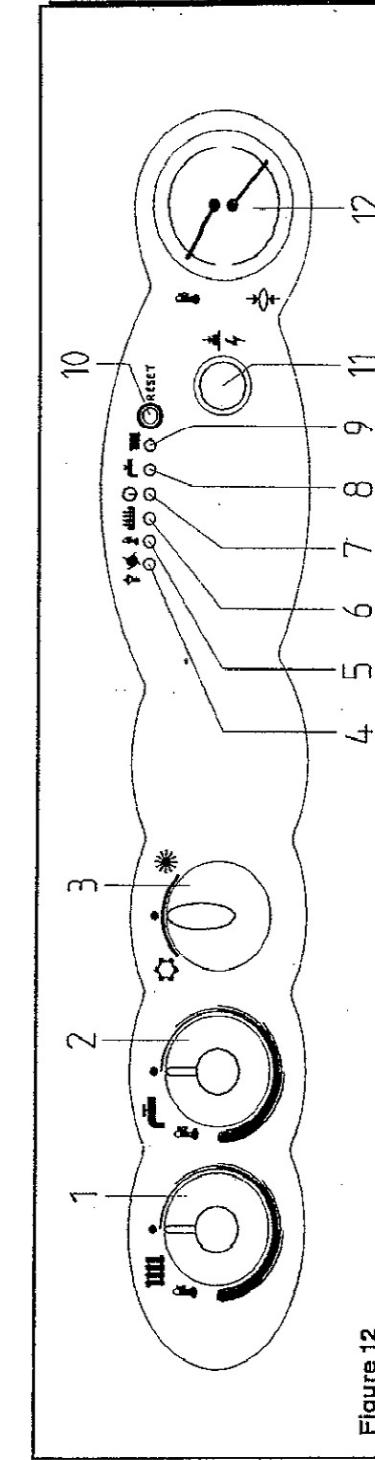

Figure 12
- * ouvrir le robinet gaz et tourner le commutateur (3) de la figure 12 afin de mettre la chaudière en position ETE (●);
- * visser à fond sans forcer la vis noire (a) au tube (b) figure (11);